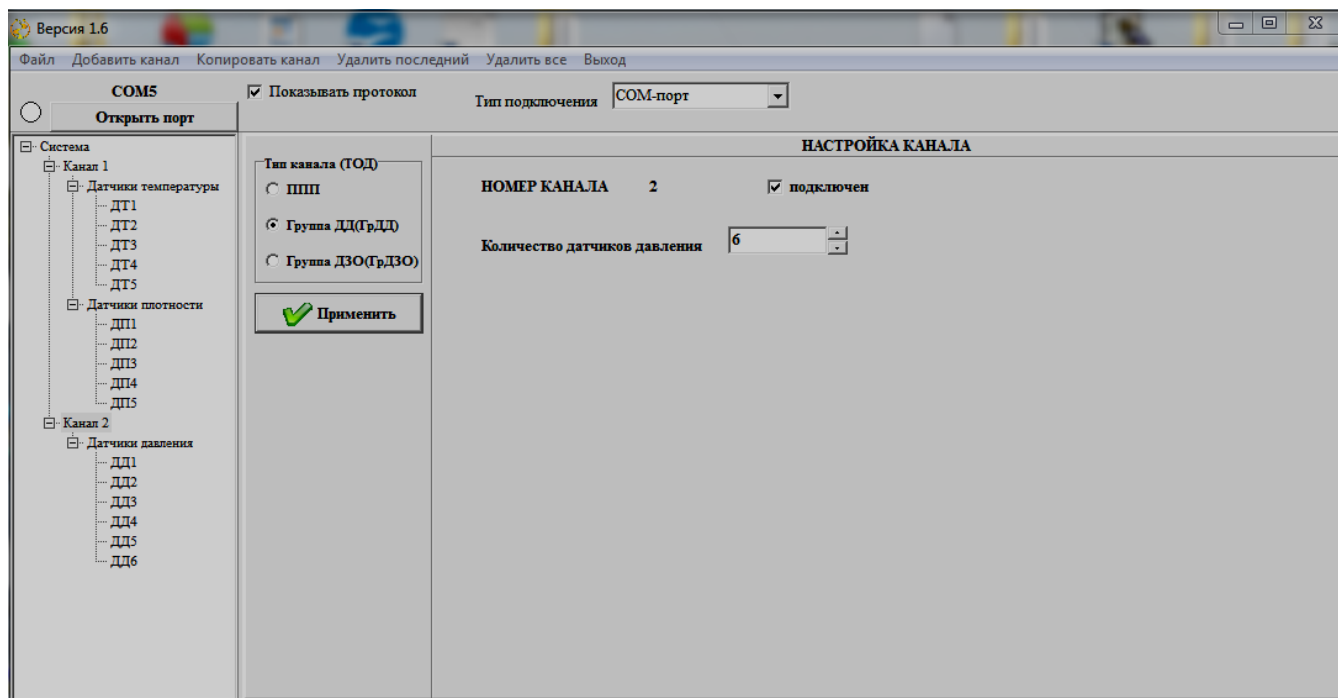

Рисунок 9
2.4.2 Группа датчиков давления (гр. ДД) (рисунок 9)